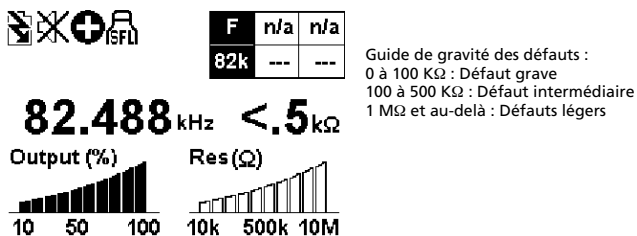

Figure 3-2 : Afficheur de l'émetteur en mode SFL
6. Enfoncez la touche SFL de l'émetteur T-5000. Vérifiez la résistance de défaut mesurée sur l'afficheur de l'émetteur. Voir Figure 3-2